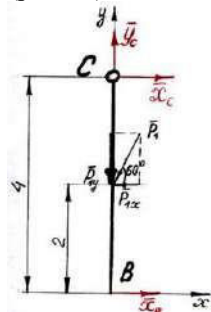

Рис. 45
Далее рассматриваем равновесие правой от шарнира  $C$  –  $CB$  – части конструкции (рис. 45) – уравнения (46), (47), (48). Подставляем найденную  $\bar{X}_c$  ( $\bar{X}'_c = -\bar{X}_c$ ) в уравнение (43) и вычисляем  $X_a = X'_c = X_c = 0,5$  кН.